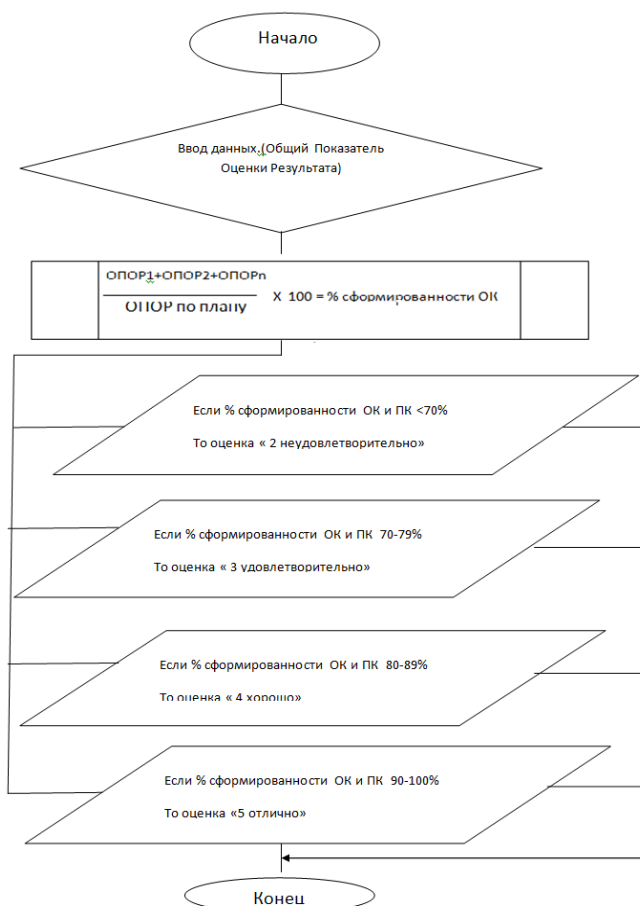

Рис. 8. Алгоритм расчета итоговой оценки ВКР
8. При нажатии кнопок «Сохранить», «Расчет» производится расчет доли положительных оценок проявления общих компетенций, перевод процента в академическую оценку. Расчет производится по специально написанному алгоритму (рис. 8).